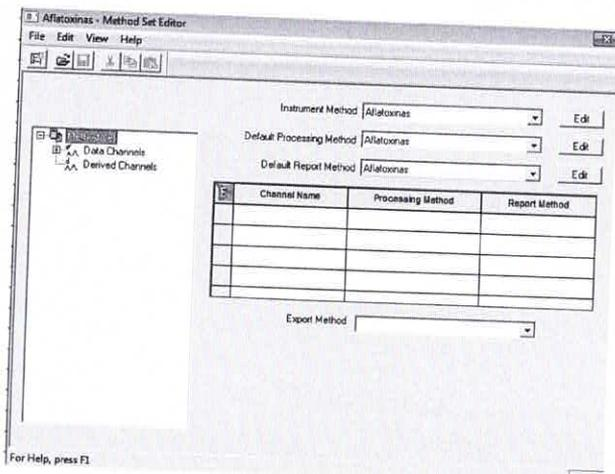

Figura 3
5.3.3 Aparece una ventana como muestra en la **Figura 3**, en la opción **INSTRUMENT METHOD EDIT**.
- 5.3.7 Sin salir de la ventana (Figura 3) en la opción DEFAULT PROCESSING METHOD → EDIT.
- 5.5.2 Entrar en EDIT → OPEN → METHOD SET. Ver **Figura 3**.